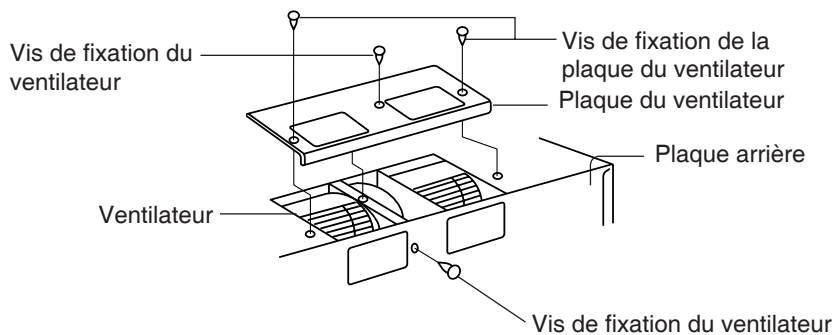

Fig. 1-2-1
- (1) Retirer les deux vis de fixation de la plaque du ventilateur et les deux vis de fixation du ventilateur, sur le dessus et à l'arrière (Fig. 1-2-1).
- (2) Retirer du produit la plaque du ventilateur. (Fig. 1-2-1)
- (1) Retirer les deux vis de fixation de la plaque du ventilateur et les deux vis de fixation du ventilateur, dessus et arrière (Fig. 1-2-1).
- (2) Retirer la plaque du ventilateur de l'appareil (Fig. 1-2-1).